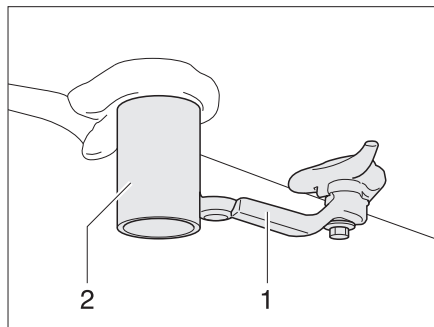

Fig. 147 Conexión de salida de aguas residuales y llave de desagüe
- Colocar un recipiente colector apropiado debajo de la conexión de salida de aguas residuales (Fig. 147,2) o colocar el vehículo con la conexión de salida de aguas residuales sobre una instalación de evacuación especialmente diseñada para ello.
- Abrir la llave de desagüe (Fig. 147,1). Se vacía las aguas residuales.